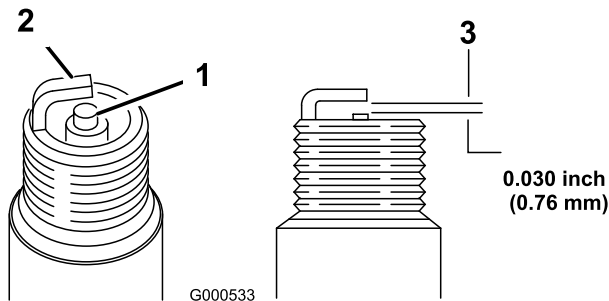

Figura 20
5. Ajuste la distancia entre los electrodos a 0.76 mm (0.030 pulgadas) (Figura 20).